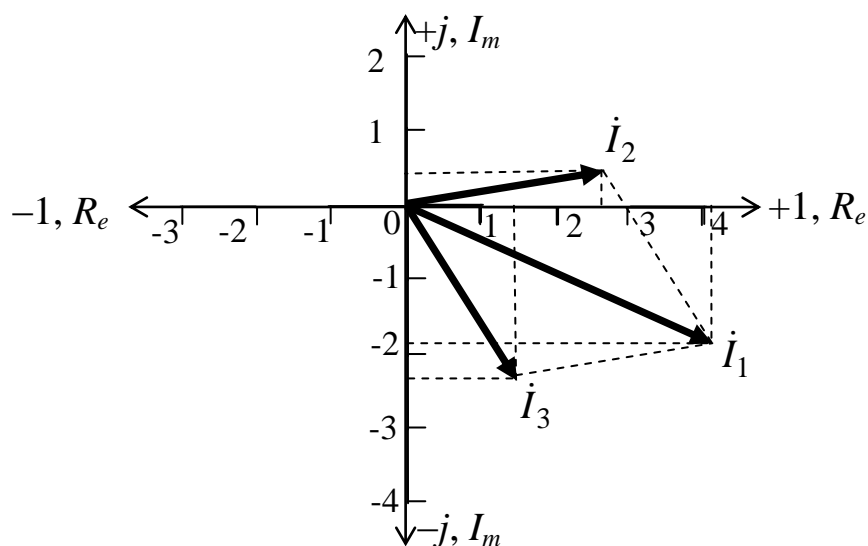

Рис. 2.2
8. Построим векторную диаграмму на комплексной плоскости (рис. 2.2)